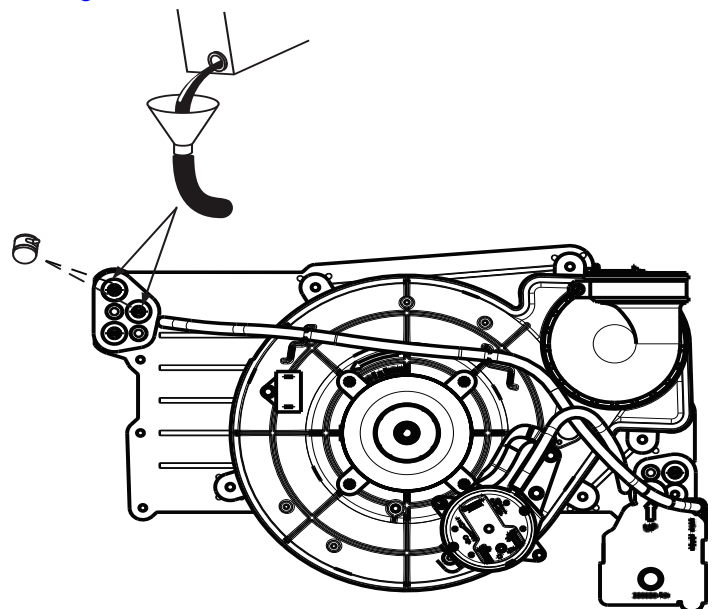

Fig. 61 – Cebado de la trampa de condensación
1. Retire los tapones de drenaje superior y medio de la caja recolectora en el lado opuesto de la trampa de condensación. Consulte la Fig. 61.